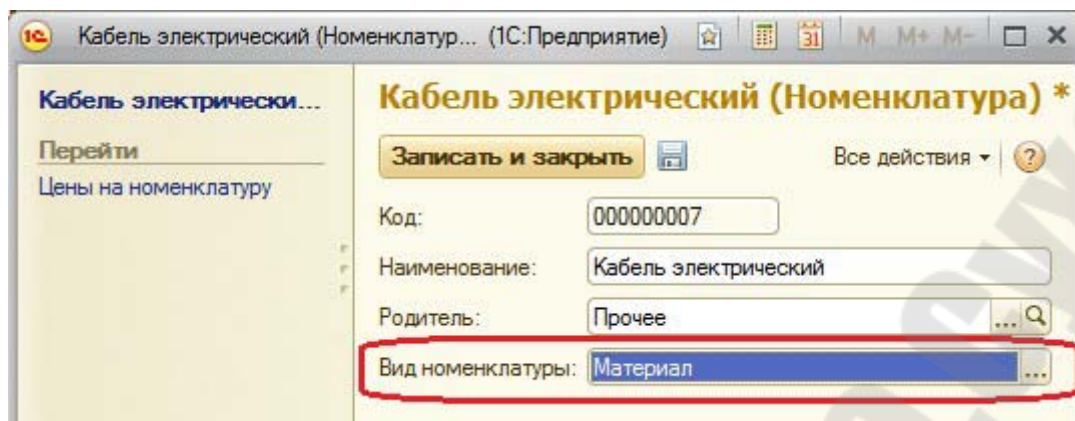

Рис. 4.7. Настройка видов для справочника *Номенклатура*
**Шаг 1.** Привязка номенклатуры к значениям перечисления *ВидНоменклатуры*. Откроем конфигуратор и создадим новый объект *Перечисление* с именем *ВидыНоменклатуры*. На закладке *Данные* добавим два значения перечисления: *Материал* и *Услуга* (рис. 4.7).
Запустим 1С: Предприятие в режиме отладки. Зайдем в *Учет материалов/Номенклатура*. Зададим каждому элементу справочника соответствующее значение реквизита *Вид номенклатуры* (рис. 4.7).